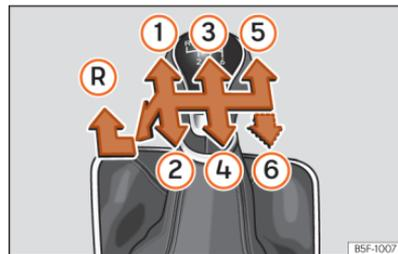

Fig. 100 Esquema de uma caixa de velocidades manual de 5 ou de 6 velocidades.
Na alavanca das velocidades indicam-se as posições das velocidades »» **Fig. 100.**
- Com a alavanca das mudanças em ponto morto, pressione-a para baixo, mova-a para a esquerda até ao fim e depois para a frente para selecionar a marcha-atrás »» Fig. 100 (R).